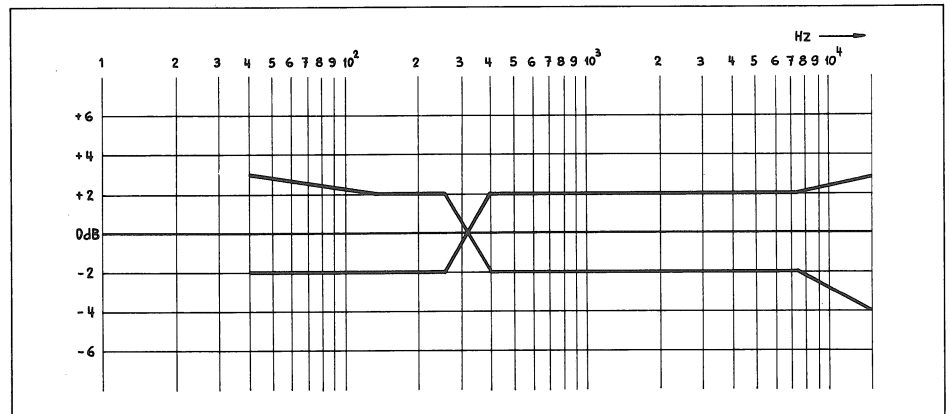

Fig. 5.5
- Der Sollfrequenzgang bei einwandfreier Bezugskassette muss innerhalb der in Fig. 5.5 eingezeichneten Toleranz-Zone liegen.
- With an immaculate reference cassette, the nominal frequency must be within the tolerance zone illustrated in Fig. 5.5.
- La courbe de réponse en fréquence, pour une cassette étalon en bon état doit tenir dans le gabarit de la figure 5.5.